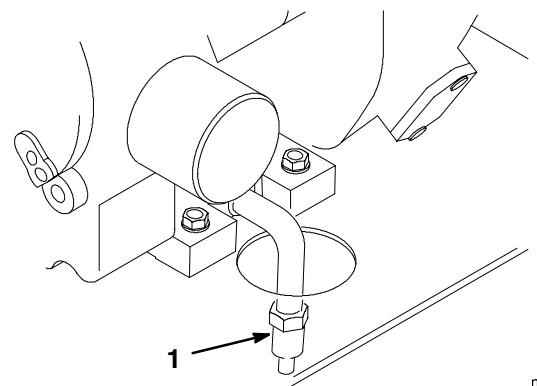

Abbildung 26
- Eine Schale unter den Ölabblass stellen. Den Ölabblass öffnen, indem er um 1/8 Umdrehung im Gegenurzeigersinn gedreht und gleichzeitig herausgezogen wird (Abb. 26).